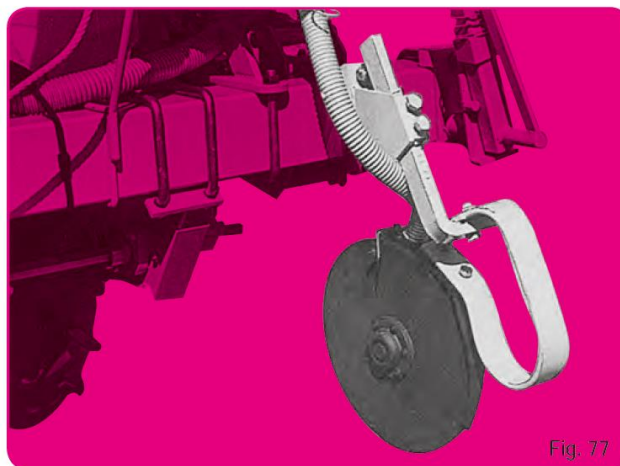

Fig. 77
**UWAGA:** przy rozstawie co 80 cm i w przypadku stosowania redlic talerzowych (fig. 77) nie ma kompatybilności z normalnym zaczepem standardowym pół-automatycznym. Przewidzieć w takim przypadku zaczep pół-automatyczny z krótką belką zaczepową i krótkim zaczepem blokującym lub zaczep z spawanymi sworzniami.